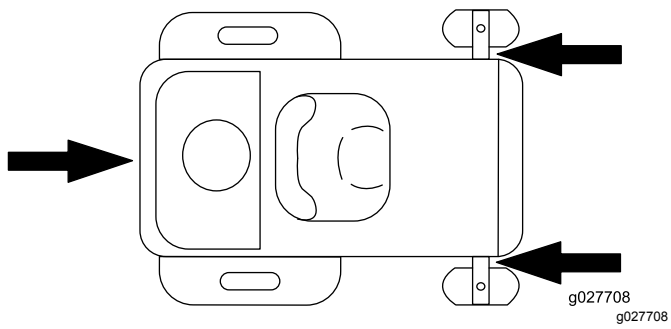

Figure 33
- Arrimez la machine près des roues pivotantes avant et du pare-chocs arrière à l'aide de sangles, chaînes, câbles ou cordes (Figure 33). Reportez-vous à la réglementation locale concernant les exigences d'arrimage.